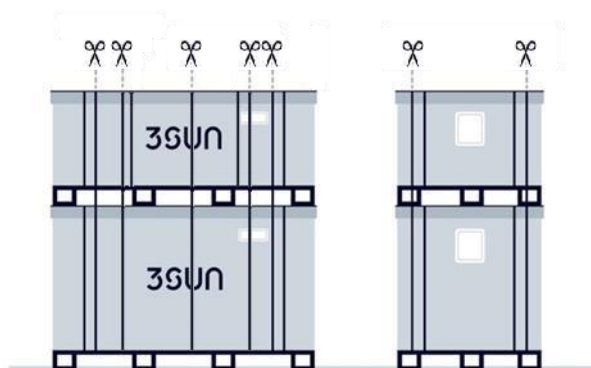

Figura 14: Posizione delle cinghie esterne.
3. Tagliare le sette cinghie esterne che legano insieme le scatole superiore e inferiore, indicate nella Figura 14 di seguito.